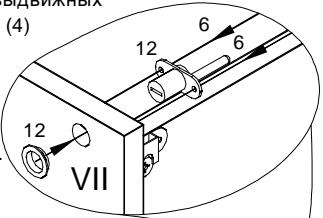

Рис.5
В переднюю панель верхнего ящика вставить личинку замка (12). Декоративное колечко вставить с лицевой стороны панели. Замок вставить с тыльной стороны, так, чтобы "язычок" замка находился в крайнем правом положении. Прикрепить замок саморезами (6) (см.рис.5,6).